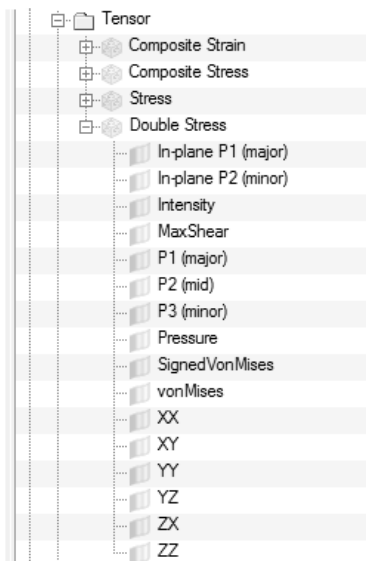

图 13-62 展开 Double Stress
(8) 展开文件夹 Double Stress，如图 13-62 所示。